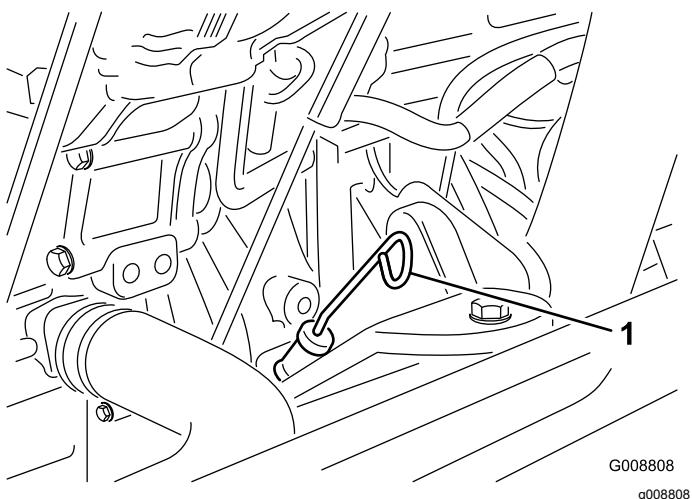

**Bild 34**
- Lösen Sie die Motorhaubenriegel und öffnen Sie die Motorhaube (Bild 34).